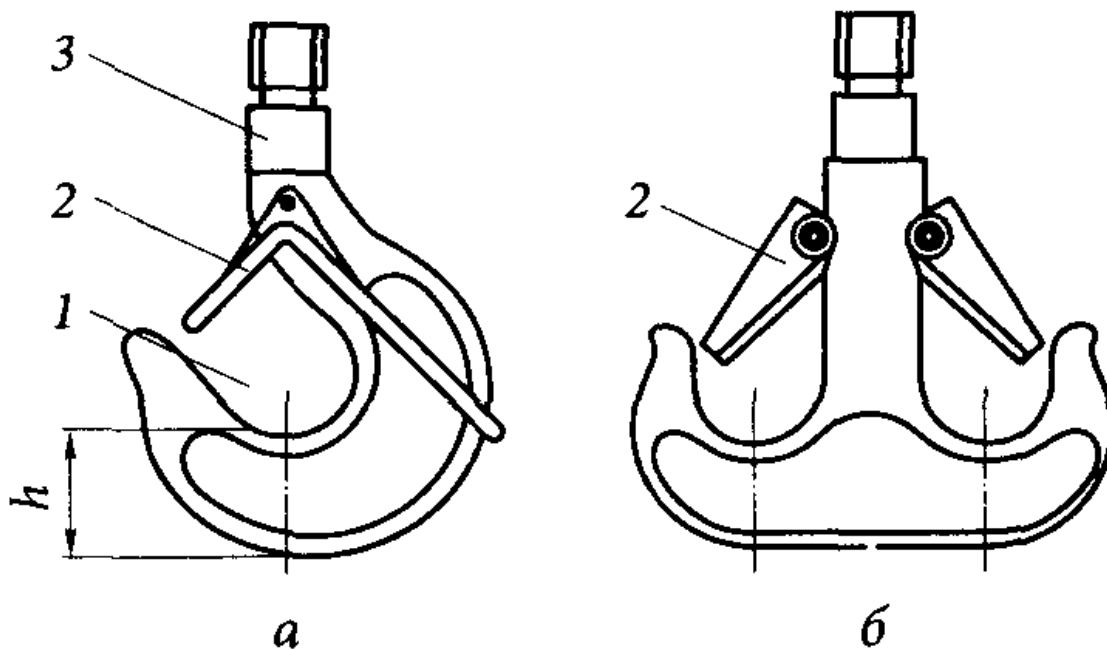

Рис. 2.10. Однорогий (а) и двурогий (б) грузовые крюки:
Грузовой крюк (рис. 2.10) предназначен для подвешивания грузов с помощью съемных грузозахватных приспособлений, например стропов, которые размещаются в его зеве 1. Предохранительный замок 2 удерживает стропы от самопроизвольного выпадения из зева.
Краны грузоподъемностью более 30 т комплектуются двурогим крюком (рис. 2.10, б), имеющим два зева для размещения большего числа стропов.
- износ зева составляет более 10% от первоначальной высоты h (см. рис. 2.10) рабочего сечения крюка.